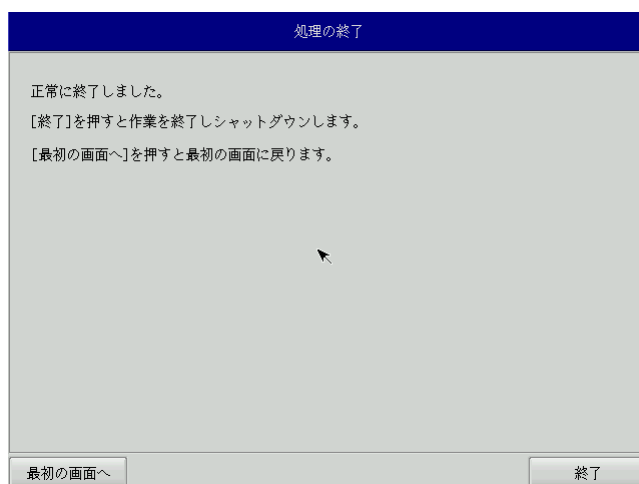

図 5-2-9. 終了画面
- ⑬ 終了画面（図 5-2-9）が表示されるとバックアップファイルの書き込みは完了です。[終了]ボタンを押して電源を落とし、リカバリ用マイクロ SD カード、保存メディアを外します。シャットダウン後、eMMC ブートに戻します。